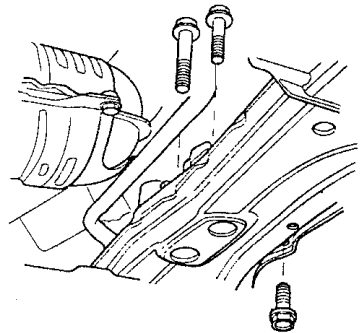

图 4-36 拆卸变速器后安装支架
21) 如图 4-36 所示，拆卸变速器后安装支架的 3 个螺栓。